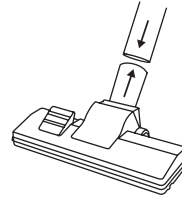

Fig. 6 – Montagem do bocal multiuso
- Conecte o tubo de aspiração no bocal multiuso ou no bocal para cantos com ou sem escova, conforme mostra a Fig. 6.